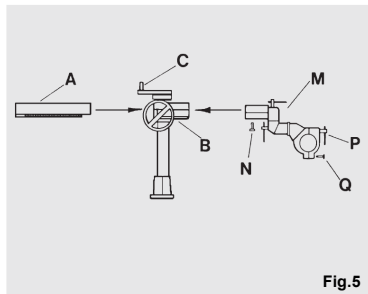

Fig.5
Una vez sujetado el sostén en el banco de trabajo, no queda que montar el Arrastrador utilizando el collar (M), que aparece en la Fig.5 montado en la extremidad del soporte.